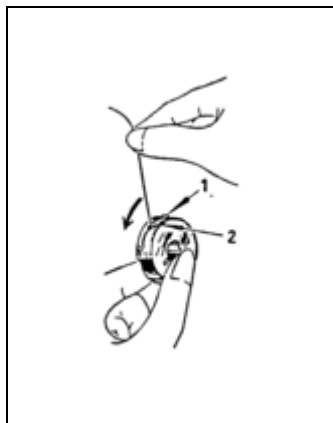

Fig. 9
1. Coloque a bobina na caixa da bobina. Coloque o fio no entalhe 1 e puxe-o debaixo da mola de tensão 2 (Fig. 9).